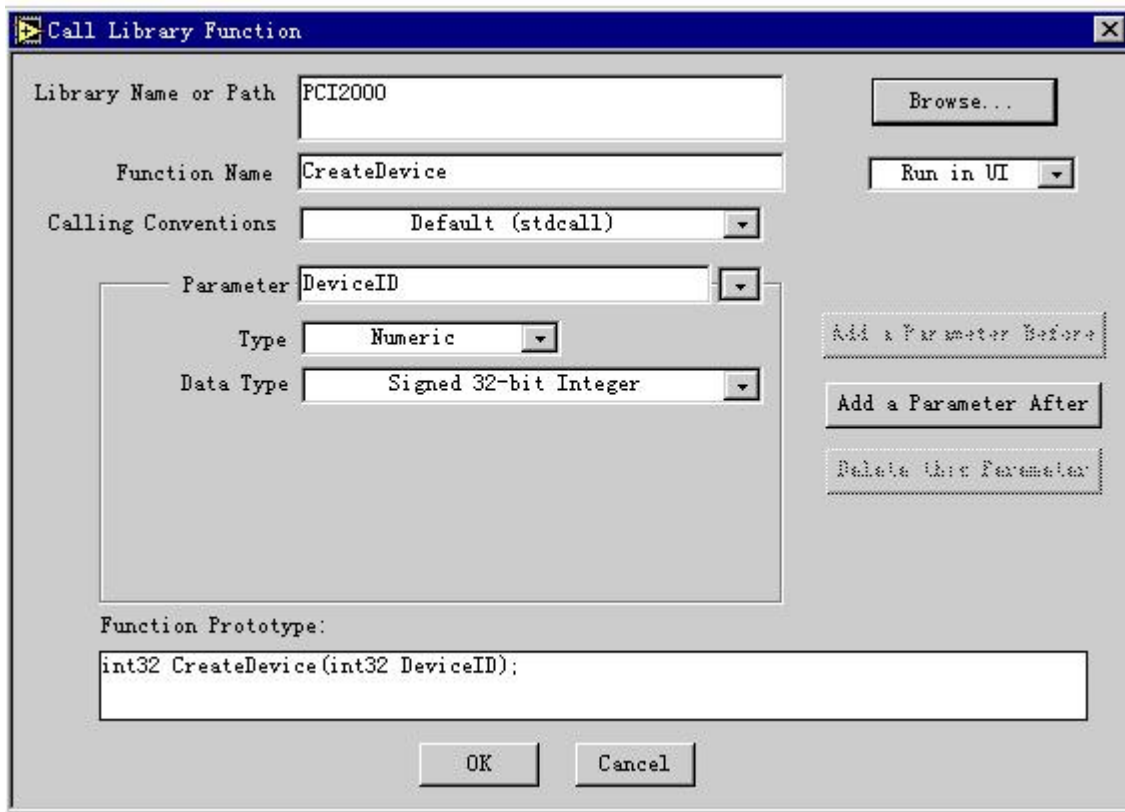

图 19 CreateDevice 创建成功后的配置情况
8.再确保 Type 为 Numeric, DataType 为 Signed 32-Bit Integer, Pass 为 Value。这样, CreateDevice 即创建成功,如图 19。